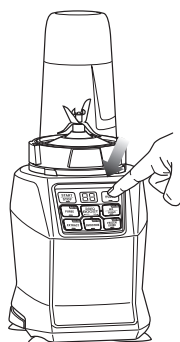

Fig. 3
- 6 Presione una vez el botón de encendido y seleccione la velocidad o el programa Auto-iQMR de acuerdo con sus necesidades. El programa Auto-iQ apagará el artefacto automáticamente al finalizar el programa. (Fig. 3)